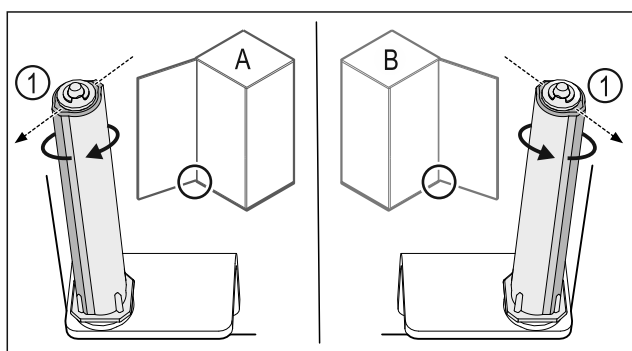

Fig. 39 Vasakpiiraja (A) / parempiiraja (B)
- Keerake sulgemissüsteemi vastu takistust, kuni sulgemissüsteemi vahetugi Fig. 39 (1) on suunatud väljapoole.